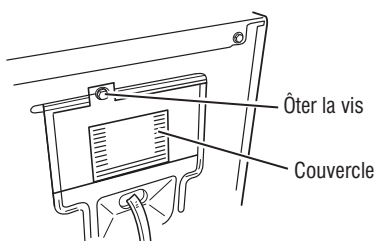

Figure 3 - Retirer le couvercle.
2. Retirer le couvercle qui se trouve sur le coin supérieur droit à l'arrière de la sècheuse. Voir figure 3.
2. Retirer le couvercle qui se trouve sur le coin supérieur droit à l'arrière de la sècheuse. Voir figure 3, page 42.